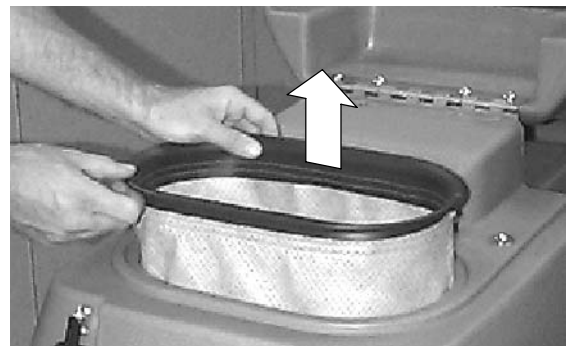

FIG. 9
1. Ouvrez le capot de la machine et retirez le sac aspirateur du réservoir de récupération (Figure 9).